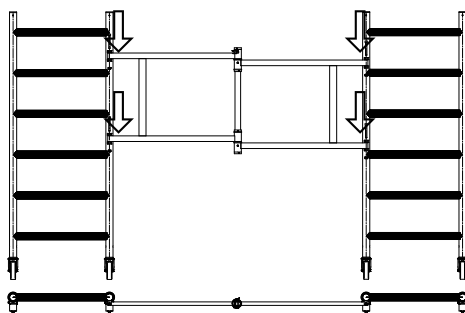

Rys. 9 Montaż zestawu kołowego 120
1. Zamontować zestaw kołowy 120 w kolumnach drabin blokując je zawleczkami (Rys. 9).